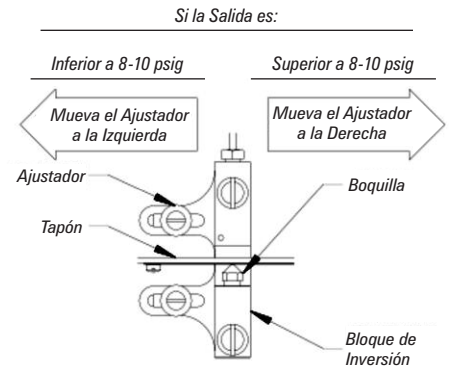

Figura 8 Ajuste del Intervalo del Regulador de Acción Inversa
- Ajuste el intervalo del regulador aflojando los dos tornillos y moviendo el ajustador de calibración una pequeña distancia, de la manera indicada en la Figura 8.
Ver la Figura 8 para las posiciones de ajuste.